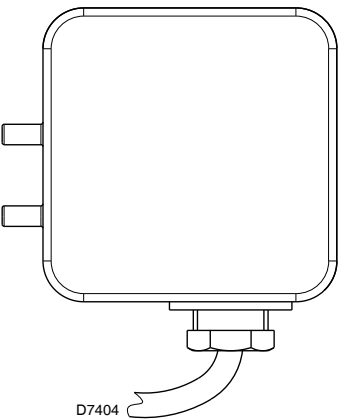

图 21
- 调节风压开关（图 21）到量程的起始位置。
应在完成所有上述燃烧器调节后再调节风压开关（图 21），此时风压开关应设定在量程的起始位置。